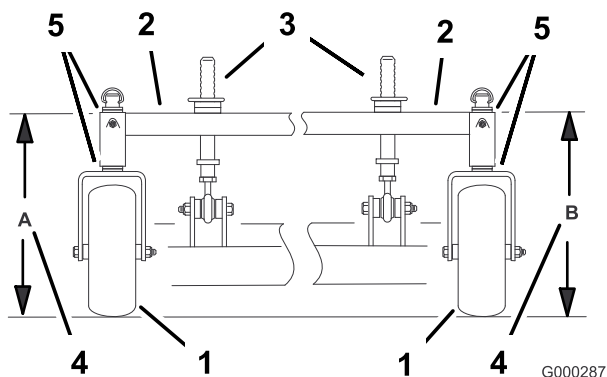

Figura 57
4. Mida la altura del bastidor de tiro en la posición **A** (Figura 57).
5. Mida la altura del bastidor de tiro en la posición **B** (Figura 57).